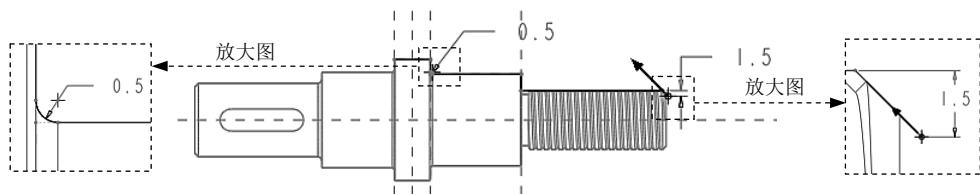

图 10.3.11 截面草图
Step5. 此时在系统  选择车削轮廓。的提示下，在“区域车削”操控板中单击  按钮，在弹出的菜单中选择  按钮，系统弹出“车削轮廓”操控板。依次单击操控板中的    按钮，系统弹出“草绘”对话框，选取 NC_ASM_RIGHT 基准平面为草绘参考，方向选为 **右**，单击 **草绘** 按钮，进入草绘环境。绘制图 10.3.11 所示的截面草绘。